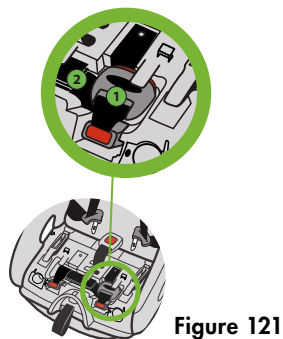

Figure 121
Retirez l'ajusteur (1) et la ceinture d'ancrage DUA (2) de leur position de rangement dans le fond du siège, tel qu'illustré dans la **Figure 121**.